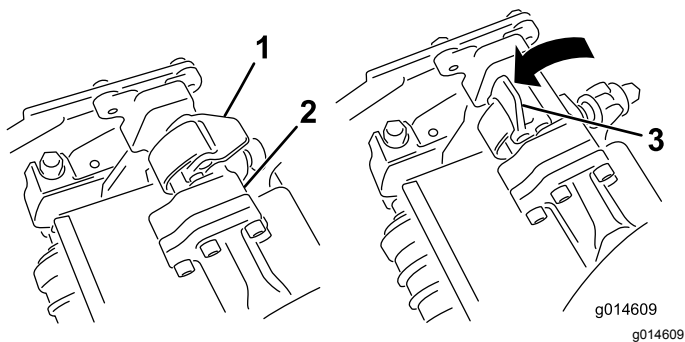
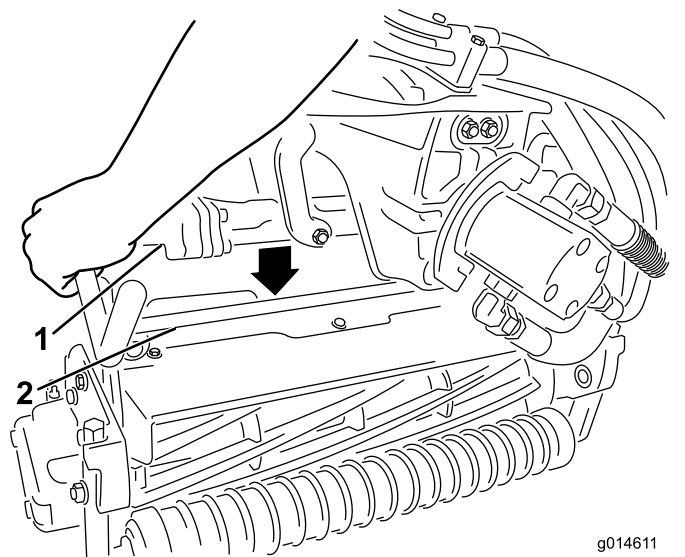

Bild 11
Bild 12
5. Die Riegel an der Aufhängearmstange müssen nach oben zeigen (d. h. offen) (Bild 11); drücken Sie den Aufhängearm dann so nach unten, dass die Stange über die Stange an der Oberseite des Mähwerks passt (Bild 12).
6. Drücken Sie die Riegel nach unten um die Schneideinheitstange herum und arretieren sie (Bild 11).